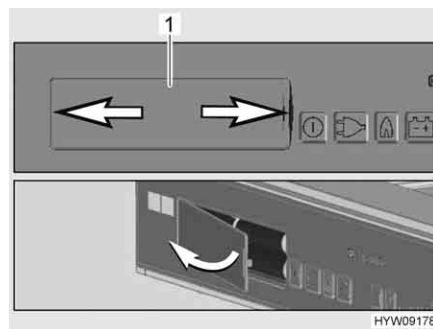

Fig. 162 Vano batteria
- Premere contemporaneamente a sinistra e a destra sul coperchio (Fig. 162,1) del vano batteria (freccia).